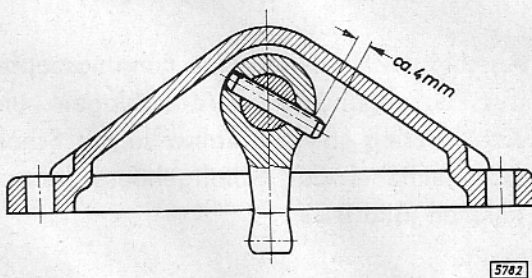

Bild B 22 - Schaltfinger mit Spiralstift auf Schaltwelle befestigt
3. Spiralstifte für Schaltfinger und Schaltzwischenhebel auf Schaltwelle mit Eintreibdorn von SW-203 so weit einschlagen, daß sie noch ca. 4 mm überstehen (Bild B 22). Stets neue Spiralstifte verwenden.